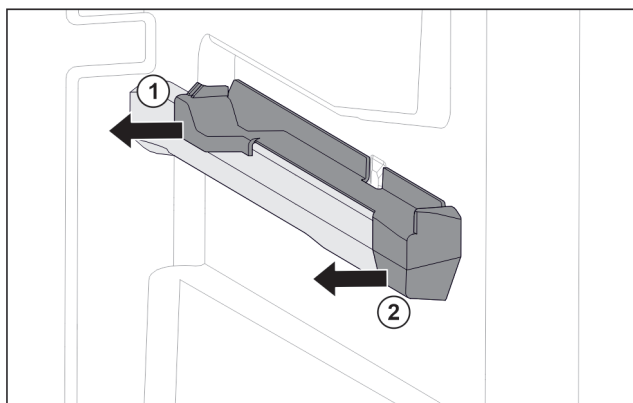

Fig. 125 Nasazovací díl na pravém žebrování na nádoby
- ▶ Stáhněte nasazovací díl vzadu na stranu. Fig. 125 (1)
- ▶ Stáhněte nasazovací díl vpředu na stranu. Fig. 125 (2)